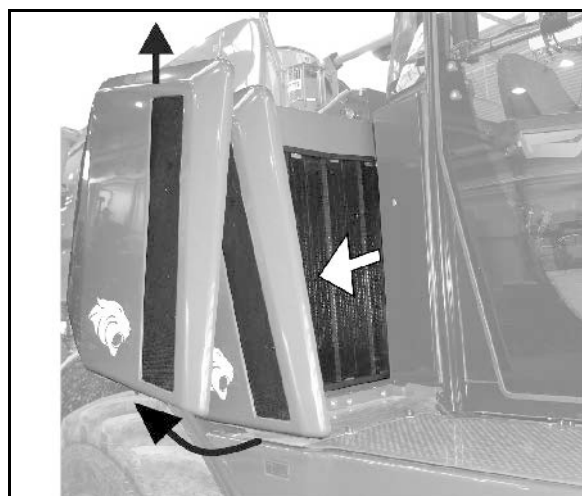

Fig. 171
1. Desserrer les écrous à ailettes du couvercle du filtre (Fig. 171/1).
2. Retirer le couvercle du filtre et desserrer les éléments extérieurs du filtre (Fig. 171/2).
6. Remplacer les éléments intérieurs du filtre chaque année, (Fig. 171/3) (ne jamais les nettoyer).
- o Desserrer l'écrou à six pans (Fig. 171/4) et retirer l'élément intérieur du filtre.